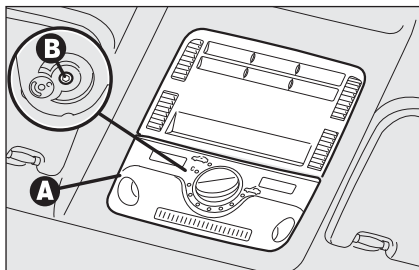

fig. 89
- appuyer en correspondance des repères sur le plafonnier pour décrocher les ressorts et enlever le plafonnier avant **A-fig. 89**.